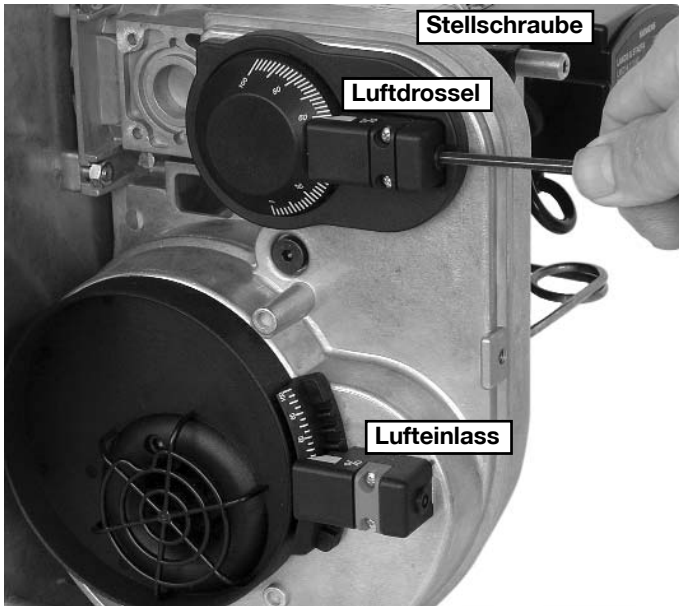

Abbildung 16 / Afb. 16 / Figure 16
– Durch drehen der Stellschraube nach rechts wird der Gebläse- und CO_2 -Gehalt der Abgase erhöht (siehe Abb. 16).
– Durch drehen der Justierschraube nach links wird der CO_2 -Gehalt der Abgase erhöht und der Gebläse- und Fotostrom gesenkt (siehe Abb. 16).
- Door de afstelschroef naar rechts te draaien wordt de ventilatordruk verhoogd, het CO₂-gehalte van het afvoergas stijgt (zie afb. 16).
- Door de regelschroef naar rechts te draaien wordt de luchthoeveelheid verkleind, het CO₂-gehalte van het afvoergas verhoogd en de ventilatordruk verlaagd (zie afb. 16).
- Door de regelschroef naar rechts te draaien wordt de luchthoeveelheid verhoogd, het CO₂-gehalte van het afvoergas wordt lager en de ventilatordruk stijgt (zie afb. 16).
- En tournant la vis de réglage vers la droite, la teneur en CO₂ des gaz brûlés est augmentée et la pression de la soufflerie augmente (cf. fig.16).
- En tournant vis d'ajustage vers la gauche, la teneur en CO₂ des gaz brûlés est augmentée et la pression de la soufflerie baisse (cf. fig.16).
- En tournant vis d'ajustage vers la droite, la teneur en CO₂ baisse et la pression de la soufflerie augmente (cf. fig.16).